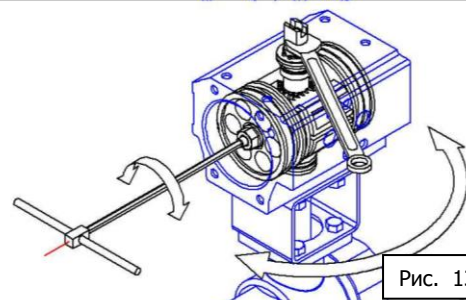

Рис. 13
3. Удерживая верхний выступ поршня (для шаровых кранов – посредством жесткого ключа, для клапанов «бабочка» - посредством оппозитионного динамометрического ключа) регулировать вращение привода с одной стороны до положения закрытия 0°, направляя при этом ход поршня при помощи регулировочного винта, см. Рис. 13.